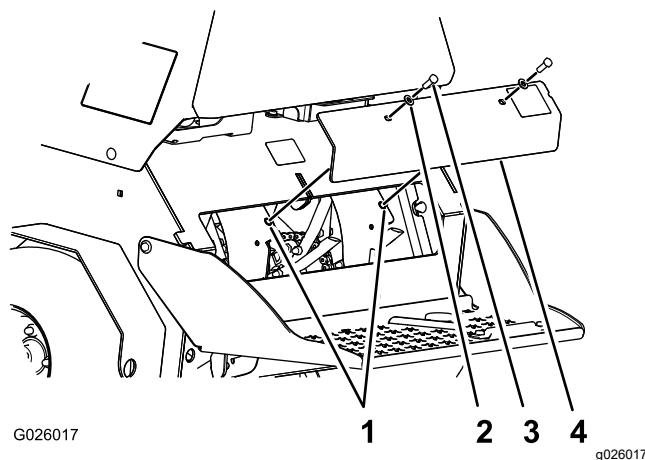

Figure 60
3. Retirez les 2 boulons ($\frac{3}{8}$ x 1 po) et les 2 rondelles ($\frac{3}{8}$ po) qui fixent le panneau arrière de la console au châssis, et déposez le panneau (Figure 60).
6. Alignez les trous du panneau arrière et les trous du châssis (Figure 60).
7. Fixez le panneau au châssis au moyen des 2 boulons et des 2 rondelles (Figure 60) que vous avez retirés à l'opération 3; serrez les boulons à un couple de 37 à 45 N·m (27 à 33 lb-po)